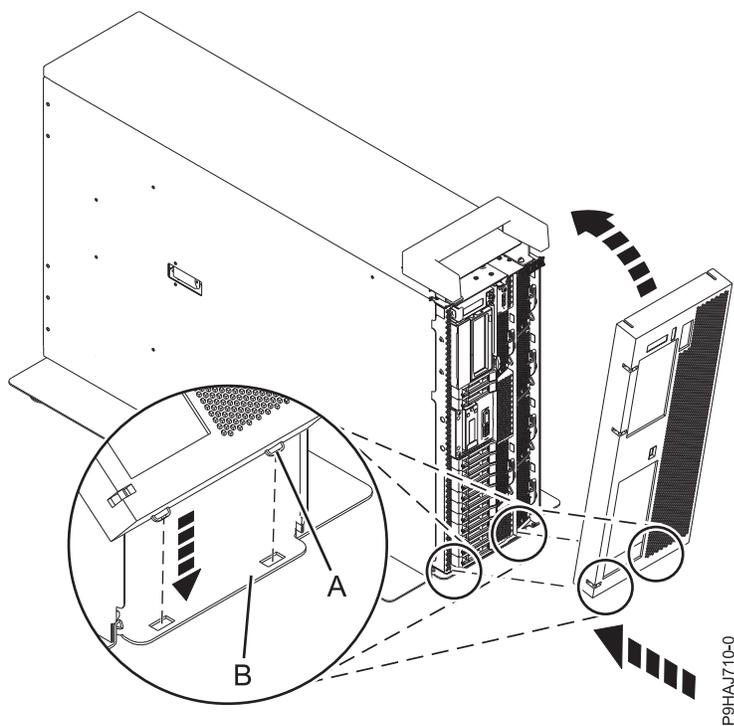

Figura 48. Instalando a tampa e a porta frontais
2. Alinhe a tampa até que as duas guias da tampa (A) estejam assentadas nos slots na placa base (B), como mostrado na Figura 48 na página 71.